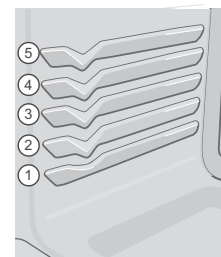

Figure 17 : Positions des grilles
5. Au bout de 2 minutes, placez les aliments dans le four aux positions de grille (**Tableau 3**) et (**Figure 17**) recommandées. Assurez-vous de placer les plats contenant de la viande directement sous l'élément de gril et de fermer la porte du four lors de la cuisson au gril.